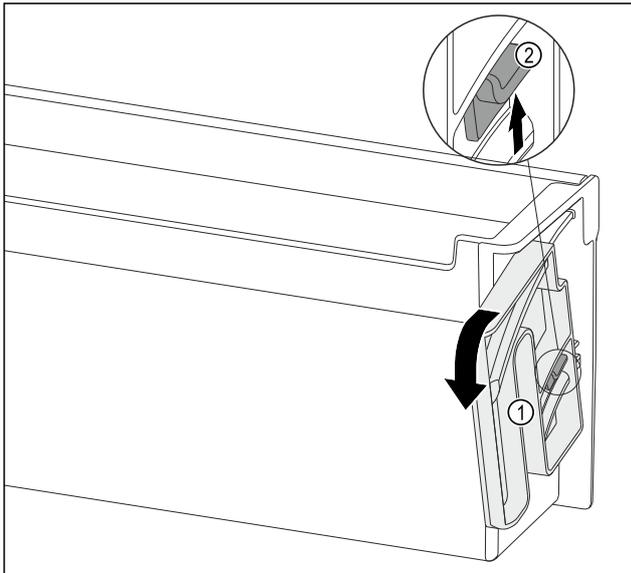

Fig. 94
- Dreheinheit Fig. 94 (1) in die angegebene Richtung bis zum Anschlag drehen.
- Lasche Fig. 94 (2) nach oben drücken und Dreheinheit Fig. 94 (1) entnehmen.